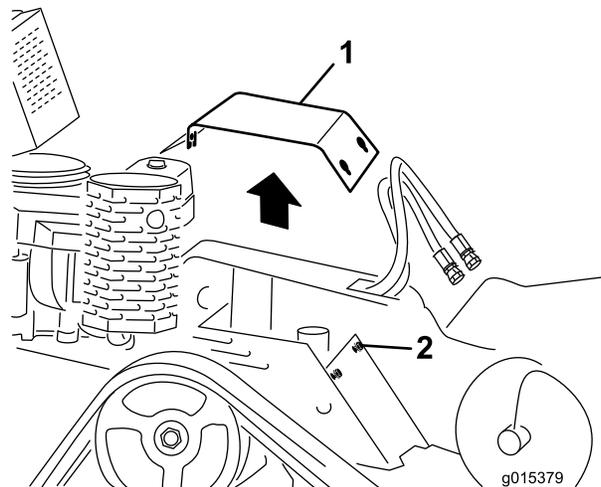

Рисунок 21
4. Последовательно ослабьте 3 болта, крепящие плоскую крышку к раме, чтобы можно было снять крышку (Рисунок 21).
крышку на место и закрепите 3 болтами, ослабленными ранее (Рисунок 21).